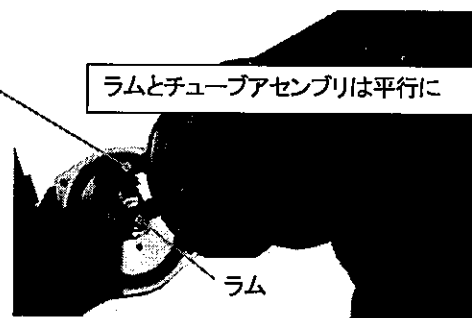

図7-25
- エアピストンアセンブリとチューブアセンブリが直立した状態で、チャンバを組み付けます。(図7-25)